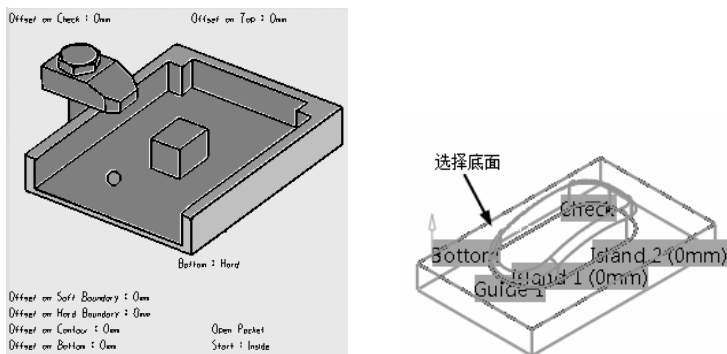

图 3-75 定义加工区域（5）
- 定义加工区域（5）。单击“Pocketing.1”对话框中的，切换到几何参数选项卡，单击对话框中的底面感应区，选择模型中的分型面作为加工对象，如图 3-75 所示，在空白处双击鼠标左键返回。